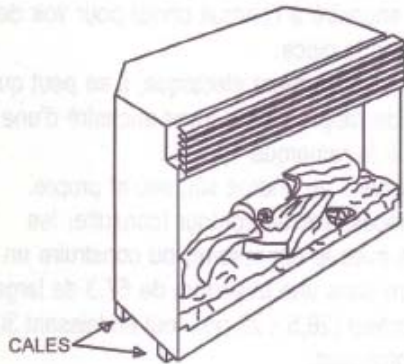

FIGURE 7
5. Au besoin, assurer l'aplomb de l'appareil en utilisant des cales de bois (non fournies). (FIGURE 7)